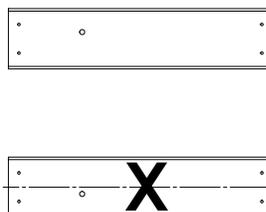

Figure 19.2
- E :** En variant les formes et les couleurs, placez une prise sur chaque Planche de mur d'escalade (9485) et fixez-les en utilisant un Boulon cylindrique (PB2) 1/4 x 1-1/4" (6,4 x 31,8 mm) (avec rondelle de blocage, rondelle plate et écrou à manchon fileté) et 1 Vis cylindrique (S10) #8 x 1" (25,4 mm) par prise. La vis doit se trouver dans le trou situé directement sous la vis cylindrique, elle empêchera ainsi la prise de tourner (figures 19.2, 19.3, 19.4 et 19.5).